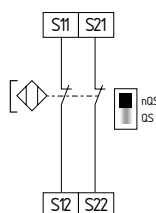

Fig. 15
**Câblage à deux canaux d'interrupteurs de sécurité magnétiques selon EN 60947-5-3 (Fig. 15)**